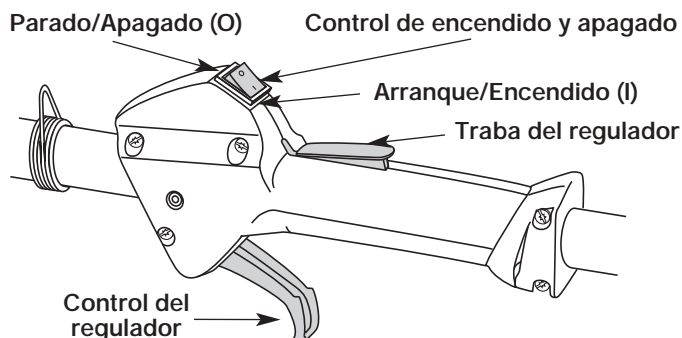

Fig. 16
2. Coloque el control de encendido y apagado en posición de **ENCENDIDO (I)** (Fig. 16).
2. Coloque el control de encendido y apagado en posición de **APAGADO (O)** (Fig. 16).